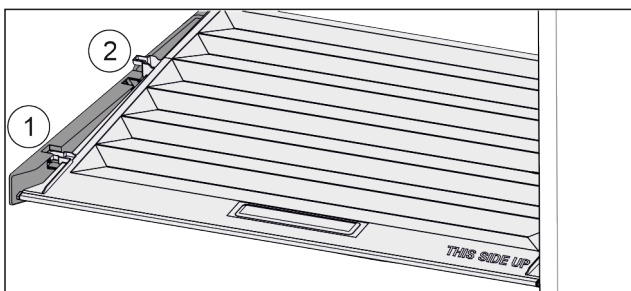

Fig. 126
- ▶ Tirer le couvercle vers l'avant jusqu'à dans l'orifice des pièces de retenue Fig. 126 (1).
- ▶ Le soulever par le bas à l'arrière et le sortir par le haut Fig. 126 (2).